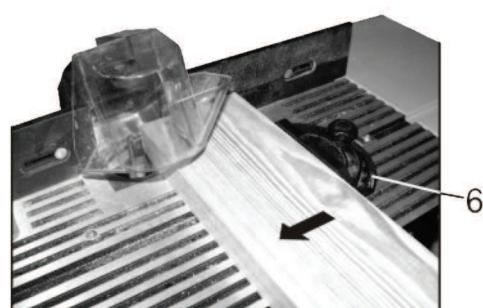
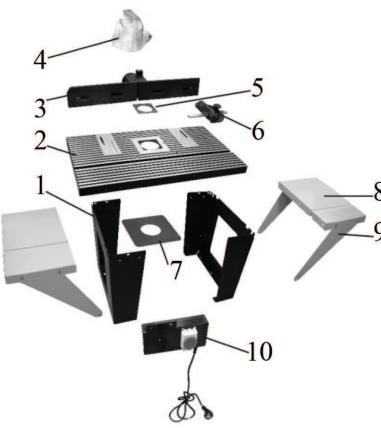

рис. 7
рис. 2
руйте крепёжными винтами 11 (рис. 7). Нажмите зелёную кнопку выключателя 10 (рис. 2) фрезерного стола.
7.3.1 Торцевое фрезерование волокон (поперёк волокон) (рис. 7).
6.1 Сборка стола (рис. 2)
6.2.2 По отверстиям, предназначенным для крепления фрезера, точно разметьте плиту фрезера 7 (рис. 2).